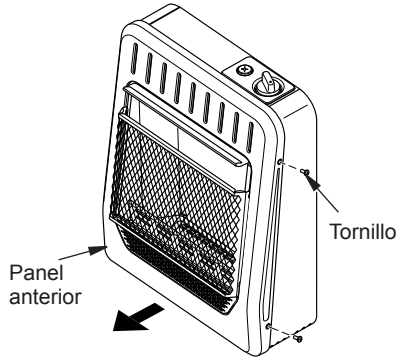

Figura 5 - Desmontaje del panel anterior
2. Tire de la parte inferior del panel frontal inferior hacia adelante y luego hacia abajo (consulte la Figura 5).